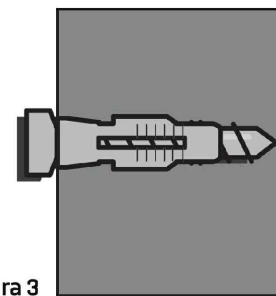

Figura 3
**Muro sólido: (concreto o ladrillo)** Tornillo de anclaje con tarugo (Incluido). (Figura 3)
**Parede sólida: (concreto, tijolo)** Parafuso de fixação com tarugo (incluído). (Figura 3)